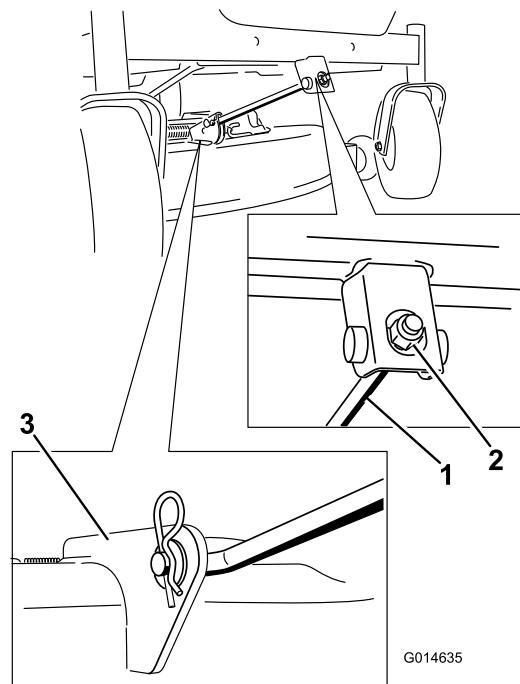

Figura 66
5. Rimuovete il perno con testa dall'asta di supporto frontale e rimuovete l'asta dalla staffa del piatto di taglio (Figura 66).
6. Montate l'asta di sostegno anteriore sul piatto di taglio con il perno con testa e la coppiglia a forcina (Figura 66).